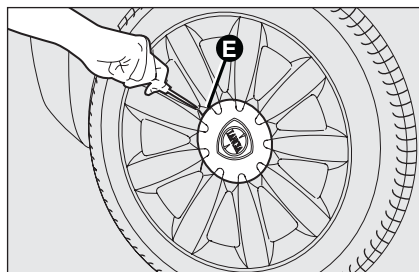

fig. 11
- ❑ per vetture dotate di cerchi in lega, rimuovere la coppetta coprimozzo utilizzando il cacciavite in dotazione facendo leva nell'apposita scanalatura E- **fig. 11**, come indicato in figura;